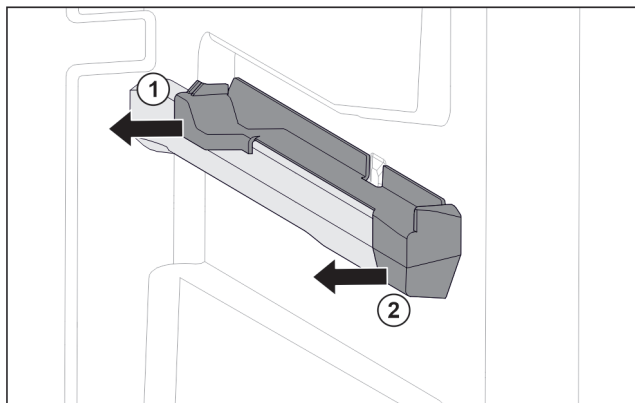

Fig. 153 Aufsteckteil auf der rechten Behälterrippe
- Aufsteckteil unten hinten greifen. Fig. 153 (1)
- Aufsteckteil hinten zur Seite abziehen. Fig. 153 (1)
- Aufsteckteil vorne zur Seite abziehen. Fig. 153 (2)